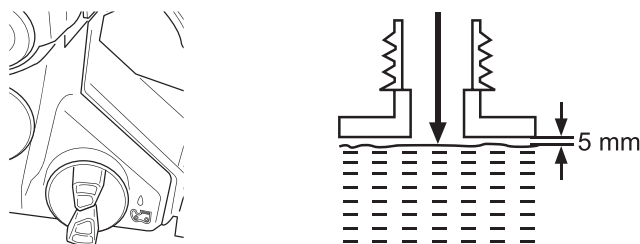

Fig. 13
4. Évitez de trop remplir le réservoir. Laissez un espace d'environ 5mm entre la surface du lubrifiant et la paroi supérieure du réservoir, afin que le lubrifiant puisse se répandre de manière uniforme (Fig. 13).